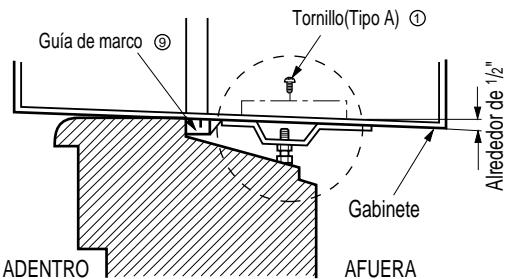

Fig. 4
- Introduzca las guías de los marcos ⑪ en la parte inferior de la carcasa con la parte delantera de la guía del marco enfocado hacia la parte delantera de la carcasa. FIG.4
- Inserte el marco de la cortina en la guía superior las guías del marco FIG.4
- Fije las cortinas a la unidad con 4 tornillos tipo A FIG.4
4. Seleccione la posición en la que colocará el soporte del dintel ⑥ cerca del punto más externo del dintel. Fig. 4
5. Agregue el soporte del dintel al hueco de la guía del gabinete según la posición seleccionada usando 2 tornillos tipo A ① en cada soporte Fig. 4